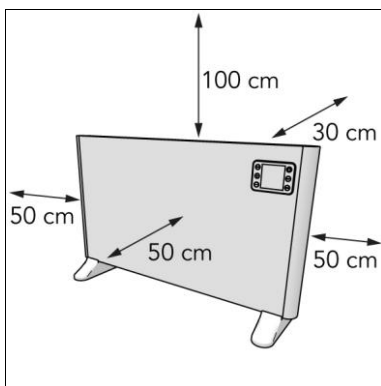

Figura 8
5. Așezați dispozitivul la o distanță minimă de siguranță (Figura 8) de: